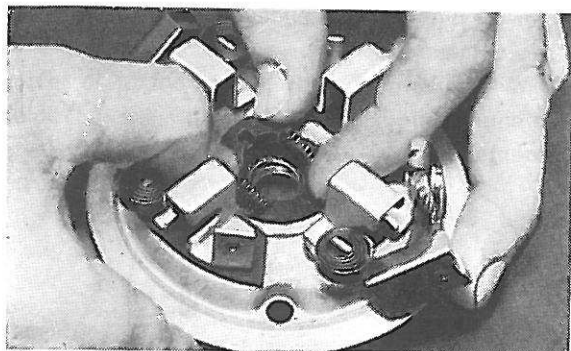

Figure 58. Remontage du frein d'induit
1. Monter le frein d'induit dans le capot arrière figure 58, ainsi que le câble entre les balais positifs.